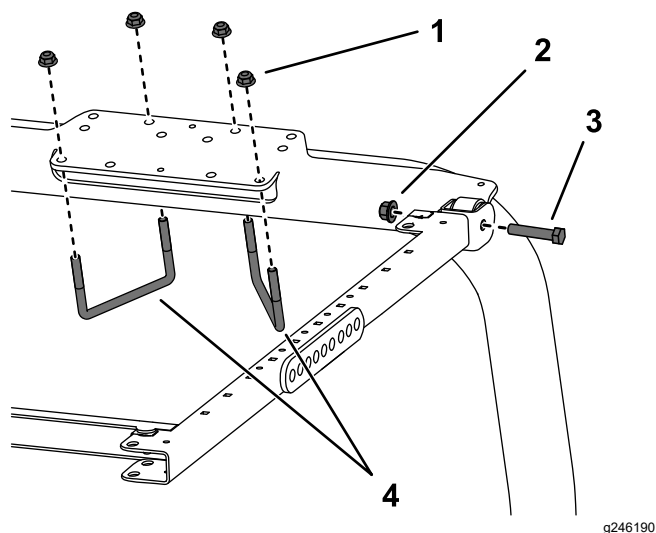

Bild 31
7. Befestigen Sie die Befestigungshalterung des Überrollschutzes an der Oberseite des Überrollbügels der Zugmaschine (**Bild 31**). Stellen Sie sicher, dass der Überrollbügel in der Befestigungshalterung des Überrollschutzes zentriert ist.
8. Befestigen Sie die Befestigungshalterung des Überrollschutzes mit zwei U-Bügeln ($4\frac{1}{2}$ " x $2\frac{3}{4}$ ") und vier Bundmutter in den in **Bild 31** abgebildeten Befestigungslöchern an der Oberseite des Überrollbügels.